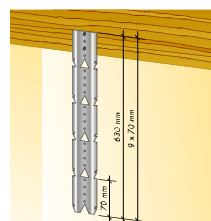

fig. 1
- Una vez replanteadas las líneas de posición de los cuelgues y fraccionadas y eliminadas las piezas sobrantes de éstos, según el plénum a respetar, atornillarlos o clavarlos al lateral de las vigas utilizando el pre-marcado incorporado a la pieza (al menos dos Uds., de tornillos o clavos, por pieza). (Fig. 1)
- Após a revisão das linhas de posição dos cabides e fraccionadas e eliminadas as peças que sobraram destes, dependendo do plénum a respeitar, aparafusá-los ou fixá-los com pregos à parte lateral das vigas utilizando o pré-marcado incorporado à peça (pelo menos duas Unidades de parafusos ou pregos por peça). (Fig. 1)